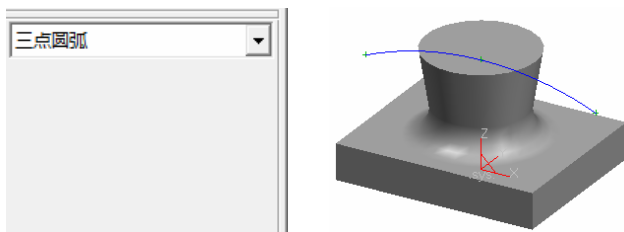

图 8-249 创建圆弧
2) 选择下拉菜单“造型”→“曲线生成”→“圆弧”命令, 或者单击“曲线生成栏”工具栏上的“圆弧”按钮, 选取“三点圆弧”画圆弧方式, 输入点坐标分别为 $(-100, 0, 70)$, $(0, 0, 90)$, $(100, 0, 70)$, 绘制圆弧, 如图 8-249 所示。